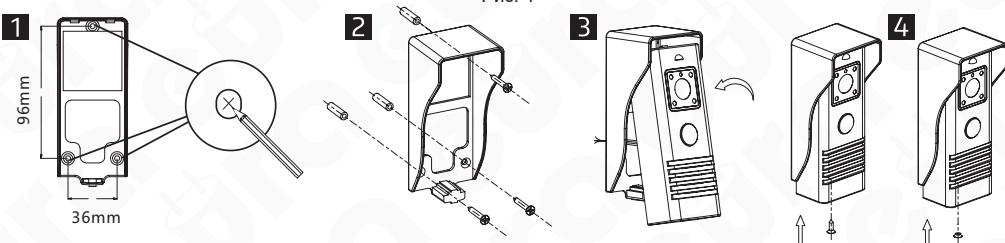

Рис. 5
2. Через 3 отверстия в нижней части защитного козырька отметьте места для крепления монтажных штифтов на стене (рис. 5, поз. 1).
3. В отмеченных местах просверлите 3 монтажных отверстия Ø 5 мм, а потом вставьте в них 3 монтажные штифты (рис. 5, поз. 2).
4. С помощью 3 крепежных винтов закрепите защитный козырек на стене (рис. 5, поз. 2).
5. Подсоедините к кассете 4 жилы кабеля, идущего к монитору, поместите кассету в защитный козырек, предварительно прикрепленный к стене (рис. 5, поз. 3).
6. Затяните нижний крепежный болт (рис. 5, поз. 4).